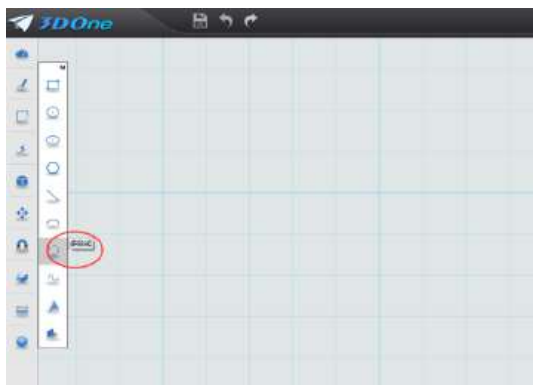
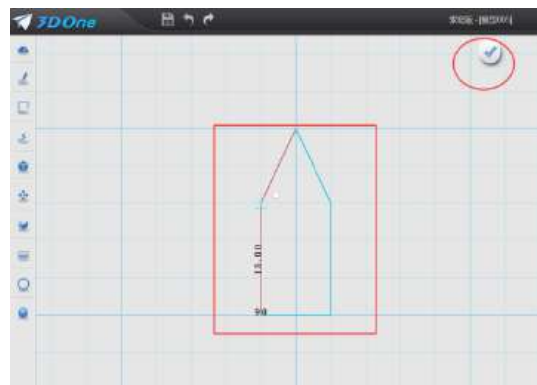

图 5-3
图 5-4
2.画笔针：鼠标移到屏幕最左侧第二个图标“草图绘制”命令，再点击下数第四个图标“多段线”命令，如图 5-3。鼠标在“舞台”上点击相应点位，绘制如图 5-4 所示图形，点击确定完成绘制。